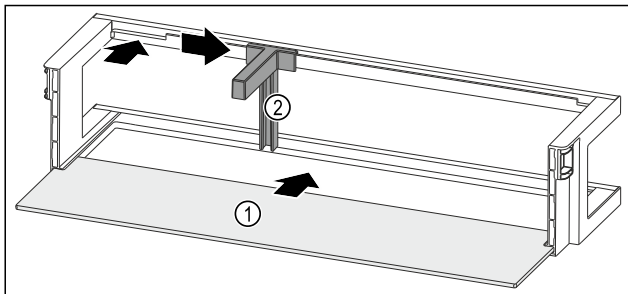

Fig. 95 Türabsteller mit Abstellfläche
- Abstellfläche Fig. 95 (1) in die seitlichen Einsparungen einschieben.
- Flaschenhalter Fig. 95 (2) in die Aussparung einsetzen.
- Flaschenhalter Fig. 95 (2) in gewünschte Position zur Seite schieben.